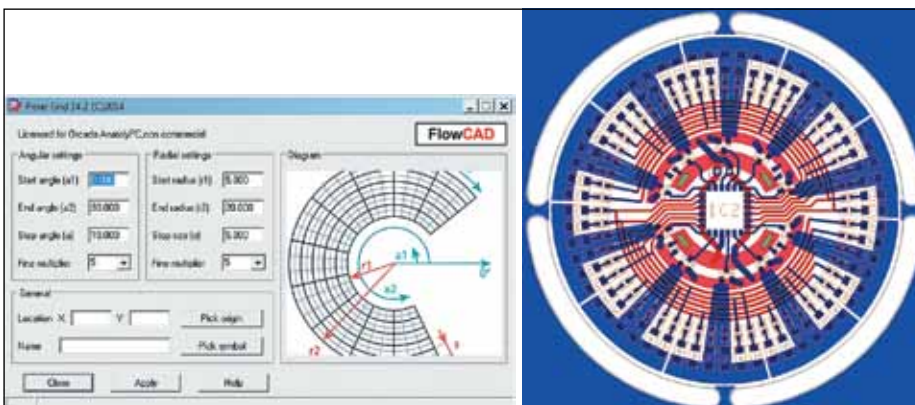

Рис. 10. Настройка полярной сетки с помощью FloWare Polar Grid
- FloWare Polar Grid — приложение для настройки полярной сетки координат для плат в форме окружности. При размещении объектов топологии для пользователя доступны расширенные функции привязки к узлам полярной сетки, в том числе для полигонов, проводников и линий (рис. 10).